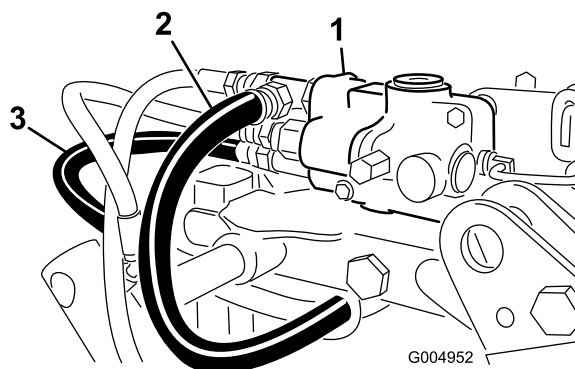

Figura 39
10. Desconecte la manguera del depósito de la válvula de control (Figura 39). Instale el tapón de la válvula del kit de invierno en el acoplamiento de la válvula de control y tapone la manguera con el tapón suministrado.
11. Desconecte la manguera de presión de la válvula de control (Figura 39). Instale el tapón de la válvula del kit de invierno en el acoplamiento de la válvula de control y tapone la manguera con el tapón suministrado.